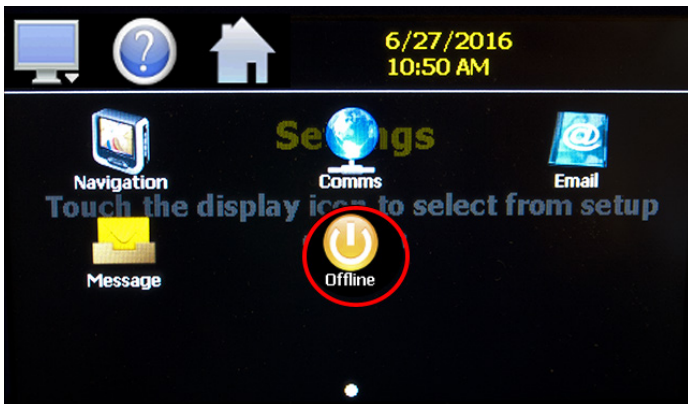

Fig. 50: OFFLINE Icon
- Select OFFLINE icon (Fig. 50).